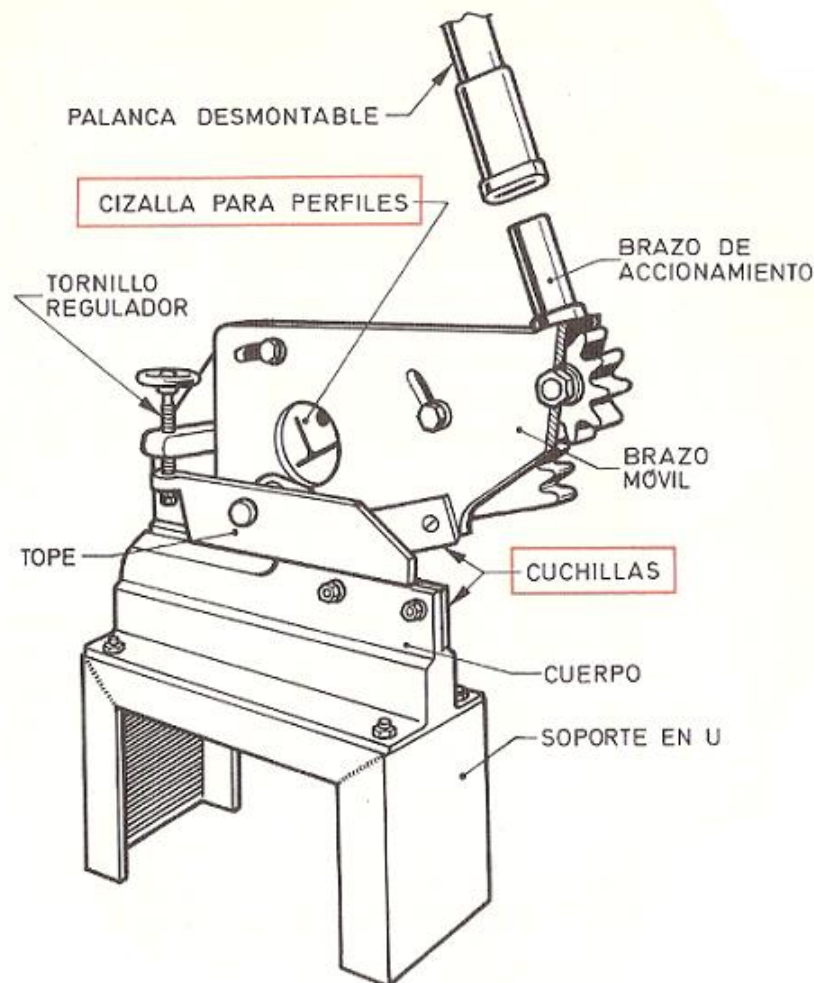

Fig.1
DESCRIPCIÓN. Esencialmente constan, dentro de la variedad de tipos que existen, de las siguientes partes (fig.1):
- **De chapas y perfiles** (fig.1).
Cuando las cizallas son de tamaño mediano y grande, se montan sobre soportes en U (fig.1), anclados o empotrados en el suelo.